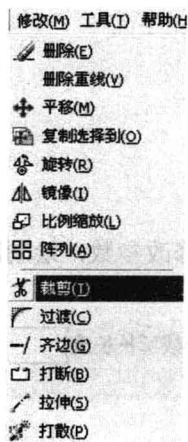
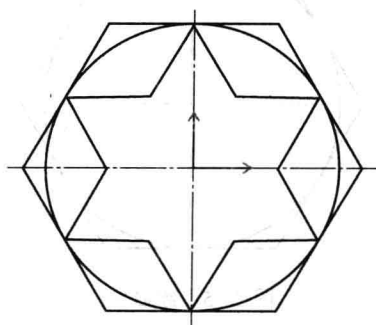

图 2-19 【裁剪】命令
图 2-21 曲线编辑
(4) 单击【修改】→【裁剪】命令，在【立即】菜单中修改参数，编辑图形，如图 2-19～图 2-21 所示。